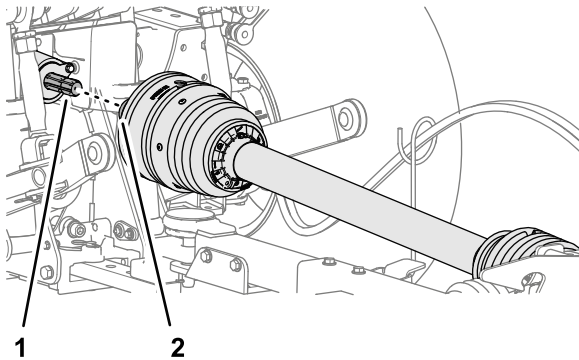

Figure 30
1. Alignez l'accouplement rapide de l'arbre de transmission de la PDF sur l'arbre de sortie de la PDF (**Figure 30**).